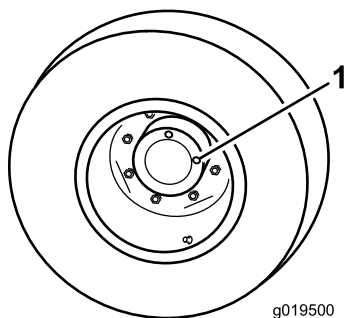

Figure 66
1. Amenez la machine sur une surface plane et horizontale, tournez la roue de sorte à placer un bouchon de contrôle à la position 12 heures et l'autre à la position 3 heures (Figure 66).
1. Bouchon de contrôle/vidange (2)
2. Retirez le bouchon qui est à la position 3 heures (Figure 66).